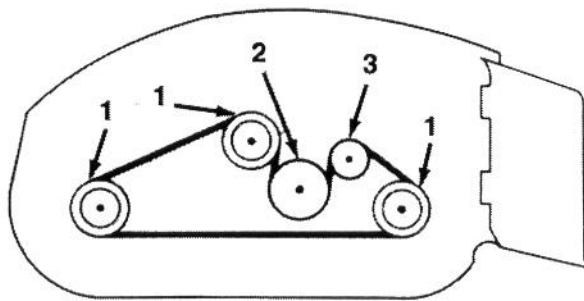

Bild 12—Riemenlauf
- Die Mutter entfernen, die den Federanker mit der Sechskantschraube im Gehäuse absichert (Bild 12). Den Anker von der Sechskantschraube abziehen und den Riemen entspannen lassen.
- Den neuen Treibriemen um die Spindel-, Getriebe- und Mitläuferscheiben legen (Bild 12).